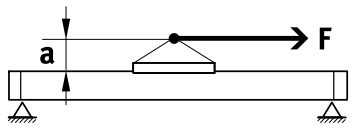

Fig. 8 Размещение полезной нагрузки
• Расположите нагрузку так, чтобы опрокидывающий момент в результате действия силы  $F$  (параллельно оси перемещения) и плеча рычага "а" оставался как можно меньше → Fig.8.